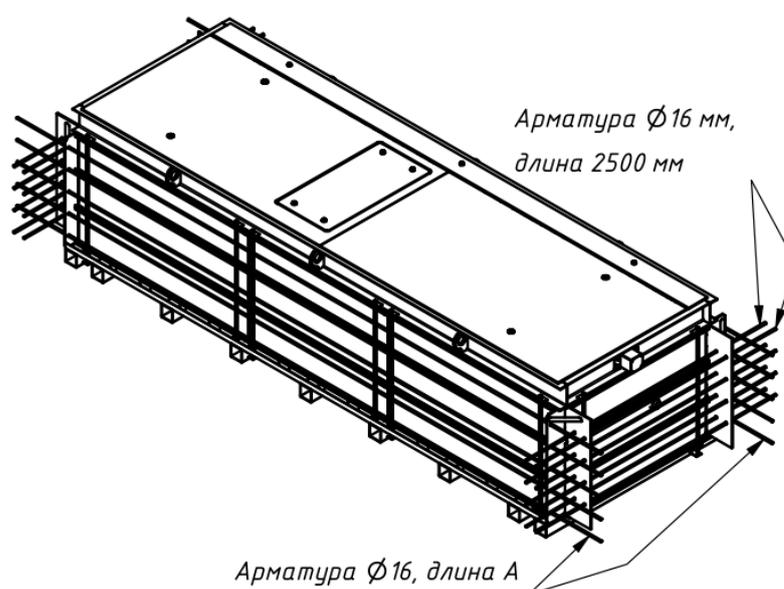

Рис.3
1.2.4. Установить арматурные прутки  $\varnothing 16$  мм в отверстия боковых ребер блокиратора (рис.3)